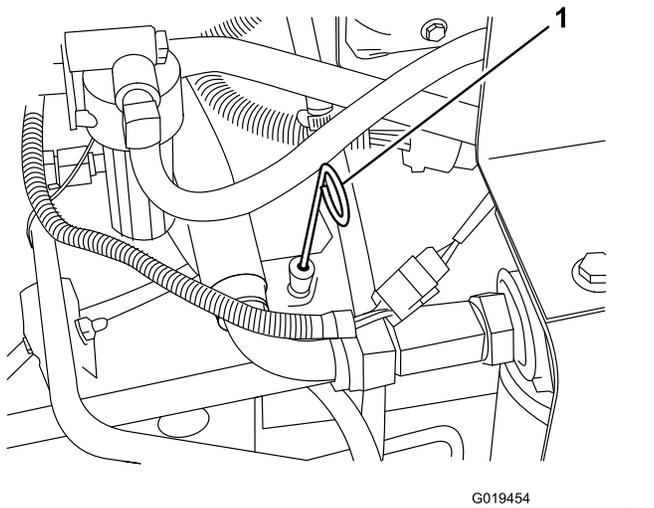

Figura 49
3. Retire la varilla (Figura 49), límpiela, vuelva a colocarla en el tubo y vuelva a retirarla,